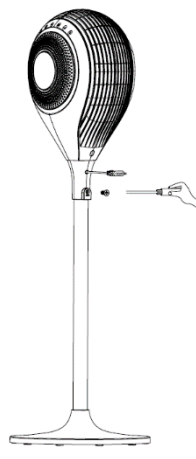

Рисунок 3
4. Закрепите корпус вентилятора и стойку винтом. (Рисунок 3)